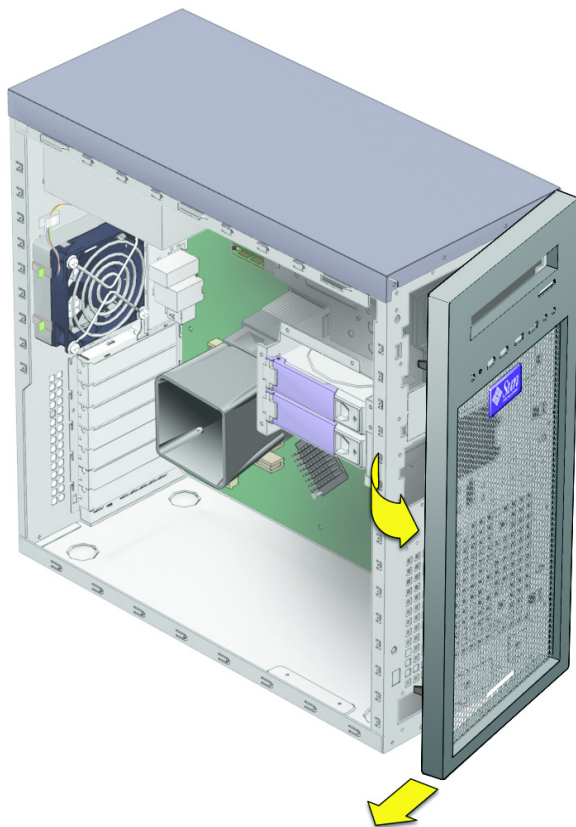

图 4-3 拆卸护盖
- b. 轻轻地将护盖向左滑移，将其从右前方的机箱扣件和机箱中松开（参见图 4-3）。